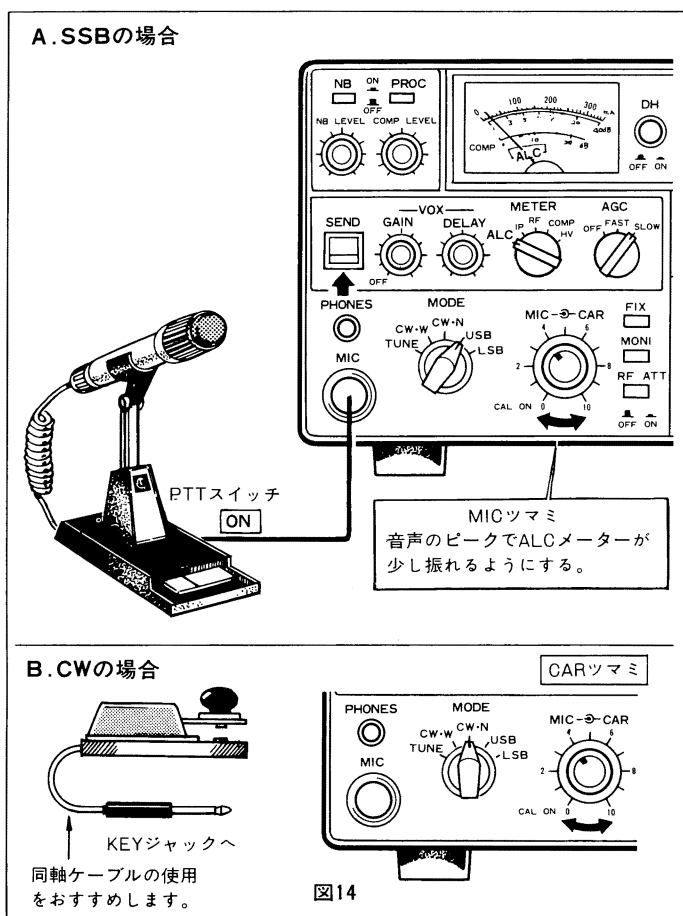

図14
- ① マイクを接続します。(マイクの配線は、4頁を参照してください。)
- ② MODEスイッチを、運用するMODE(3.5, 7MHzはLSB, 10, 14, 21, 28MHzはUSB)に合わせます。
- ③ スタンバイスイッチをSENDにします。(マイクPTTスイッチがついている場合、そのスイッチをONさせても良い。)
- ④ メータースイッチをALCとしMICツマミを時計方向に回しながら、マイクに向かって発声しますとメーターが振れます。図14に示すように、音声のピークでALCメーターが少し振れる位置が最適位置です。ALCメーターが振れ過ぎないように、MICツマミを調整してください。
- ① 電鍵を背面のKEYジャックに接続します。
- ② MODEスイッチをCWにします。
- ③ スタンバイスイッチをSENDにします。
- ④ 電鍵をダウンの位置にしますと、メーターが振れます。(METERスイッチは、ALCの位置)
- ⑤ メーターの振れが、ALCゾーン(図14参照)の半分位になるようCARツマミを調整してください。
VOXとは、音声で送信、受信の切替えの動作を行うことです。したがって、マイクを接続し、VOX GAINツマミを右に回して(ONして)マイクに向かって発声すれば、STBYスイッチをREC、マイクのPTTスイッチをOFFにしたままで自動的に送信へ移れます。(ただしMICツマミは図14-Aで説明した程度に調整しておく必要があります。)